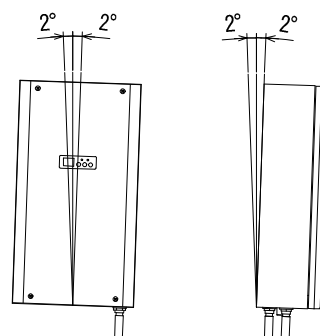

図3
- ・キャビネットへの本器取付け時に前後、左右とも傾きがないよう ($\pm 2^\circ$ 以下) に、水準器などで確認してください。(図3)